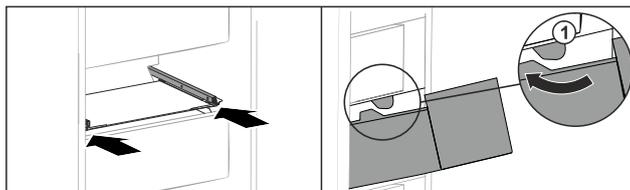

Fig. 156
- ▶ Обвести висувний ящик навколо стопора Fig. 156 (1).